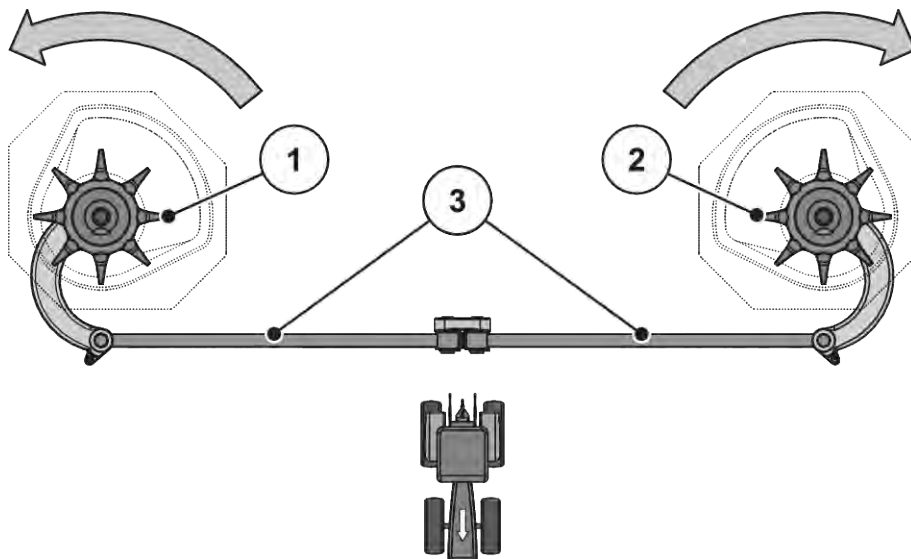

Fig. 53: Kontrol af røreværksdrevet
- Drej rørehovedet med hånden i **spredeskivens rotationsretning**. Se Fig. 53 Kontrol af røreværksdrevet.
- Drej rørehovedet med hånden eller ved hjælp af et oliefilterbånd kraftigt **mod spredeskivens rotationsretning**. Se Fig. 53 Kontrol af røreværksdrevet